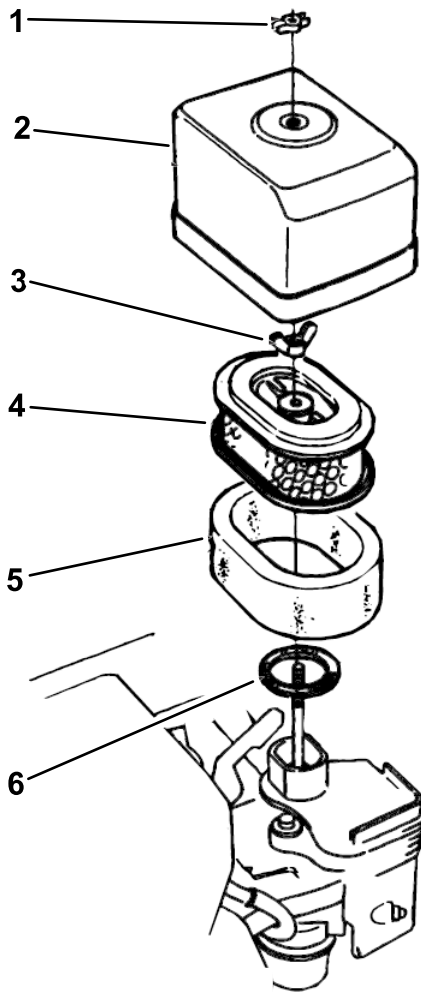

Figura 21
2. Retire la tuerca de orejeta que sujeta la tapa del limpiador de aire, y retire la tapa. Limpie la tapa a fondo (Figura 21).
3. Retire la tuerca de orejeta del filtro de aire, y retire el filtro (Figura 21).
4. Retire el filtro de gomaespuma del filtro de papel (Figura 21).